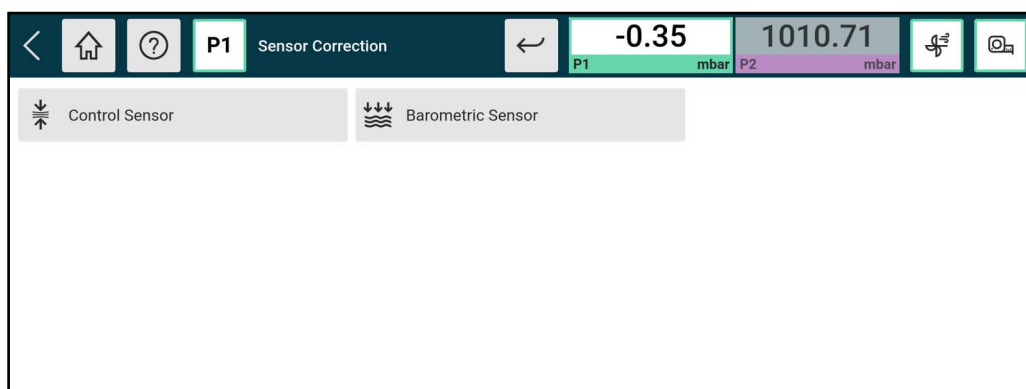

Abbildung A-7: Sensorkorrekturbildschirm
- **Sensorkorrektur** – wählt den **Sensorkorrekturbildschirm** aus (siehe Abbildung A-7).
Abbildung A-7 zeigt den **Sensor Correction-Bildschirm**, auf dem man den Sensor auswählt, der überprüft oder angepasst werden soll. Dies kann der Steuersensor oder der barometrische Sensor sein, wie gezeigt, oder andere, wie sie in den Steuermodulen montiert sind. Um diesen Bildschirm zu finden, wählen Sie das Einstellungssymbol, dann **Kalibrierung**, geben Sie die Kalibrierungs-PIN ein und wählen Sie **anschließend Sensorkorrektur**.